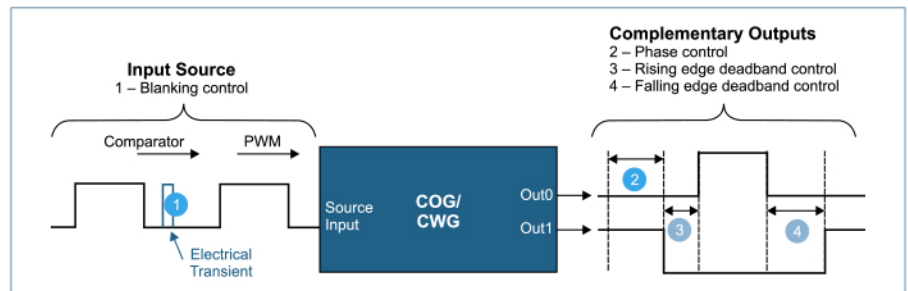

Рис. 8. Диаграмма работы Модулей COG/CWG
- Контроль длительности для фильтрации помех, вызванных переходными процессами (только в модуле COG-контроллера PIC12F752, см. 1 на рис. 8).
- Контроль фазы выходных сигналов (только в модуле COG контроллера PIC12F752, см. 2 на рис. 8).
- Независимый контроль времени фронта и спада (см. 3 и 4 на рис. 8).